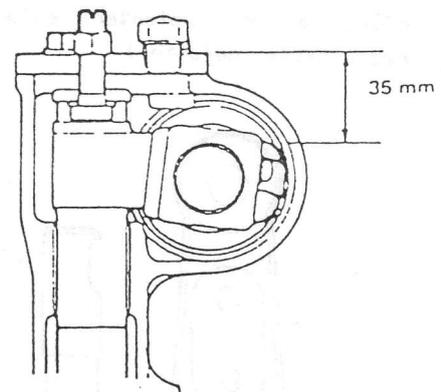

Fig. 18-17
- 1) Si al efectuar la inspección del vehículo durante el servicio se descubre que hay pérdidas de aceite en la caja, ponga el tapón y revise el nivel de aceite en el interior. Este nivel debe llegar a la altura observada en la Fig. 18-17. En caso negativo, añada aceite, cuidando de utilizar el aceite de engranajes prescrito, o sea SAE 90.